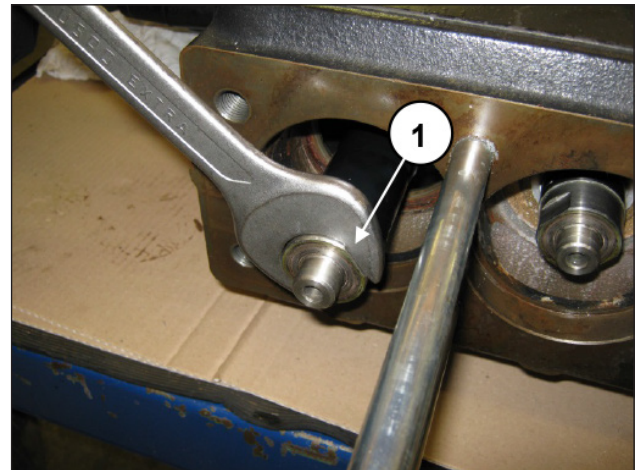

Abb. 124
Lösen Sie die Distanzstücke nach Ausbau des Kopfs gemäß Pos. ①, Abb. 124.